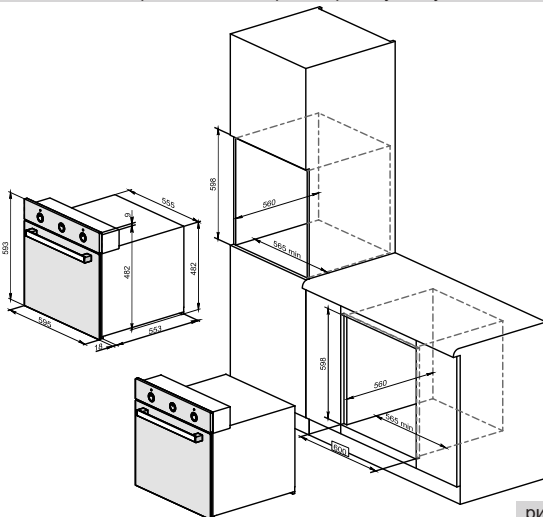

рис. 1
■ Электрошкаф устанавливается в нишу в кухонной мебели (рис. 1).
■ Размеры между различными частями электрошкафа и окружающими его частями предметов обстановки показаны на рис. 1.